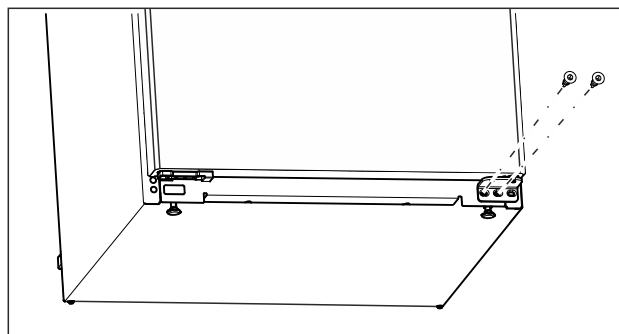

Fig. 10
- Skruva ur den mellersta skruven på undre lagerbocken med skruvmejsel Torx 20. (se Fig. 10)
- Skruva ur den invändiga skruven på undre lagerbocken med skruvmejsel Torx 20. (se Fig. 10)